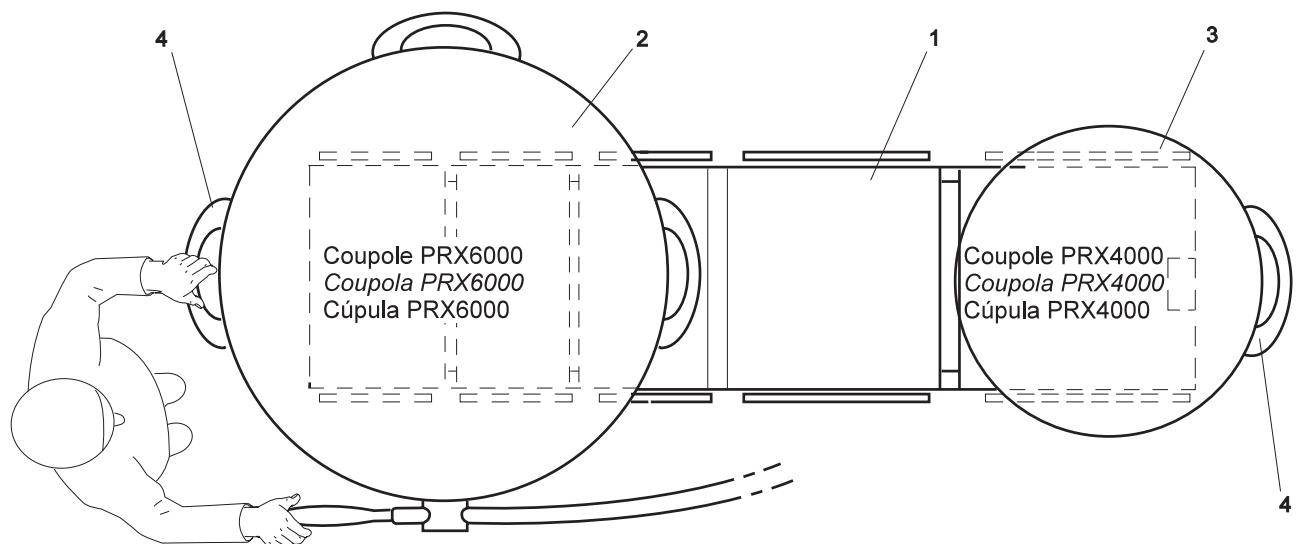

FIG. 10.1 VUE DE DESSUS DE L'ÉCLAIRAGE ET DE LA TABLE D'OPÉRATION
Les coupoles peuvent être manipulées, grâce aux poignées extérieures (4) conçues à cet effet. Les rotations libres de 360° autour de l'axe principal d'accrochage sont là pour faciliter ces macromanipulations (Fig.10.1).
The cupolas can be handled using the peripheral handles (4). Macro handling is facilitated by the lights ability to rotate 360° around the main axis (Fig. 10.1).